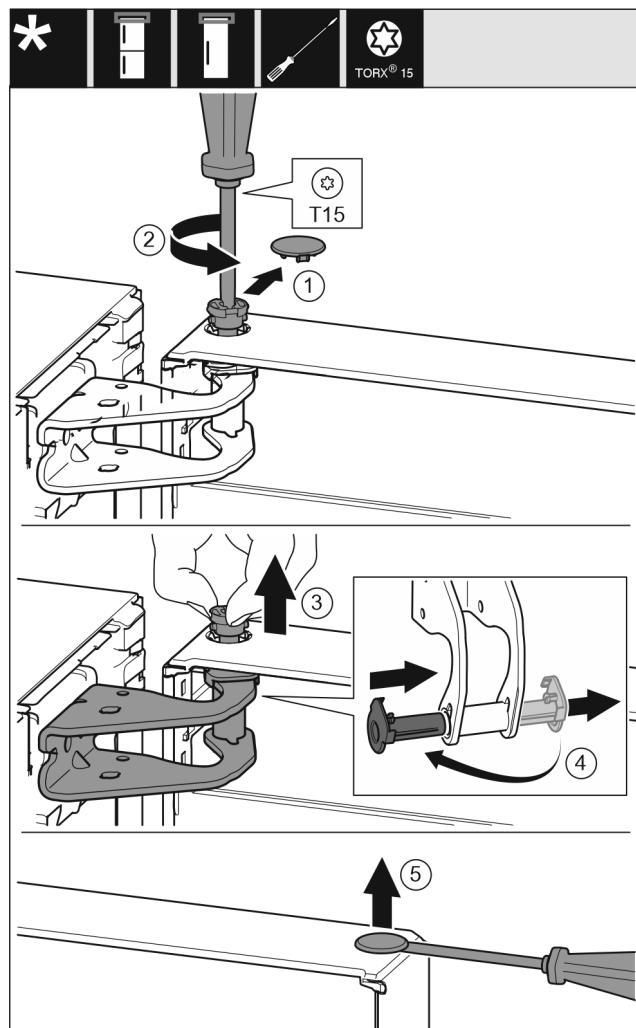

Fig. 11
- Oprezno skinite sigurnosni pokrov. Fig. 11 (1)
- Odvijačem T15 malo odvijte svornjak. Fig. 11 (2)
- Čvrsto držite vrata i prstima izvucite svornjak. Fig. 11 (3)
- Izvucite čahuru ležaja iz vodilice. Umetnute s druge strane i pustite da uskoči. Fig. 11 (4)
- Ravnim odvijačem oprezno podignite čep iz čahure ležaja vrata i izvucite ga. Fig. 11 (5)